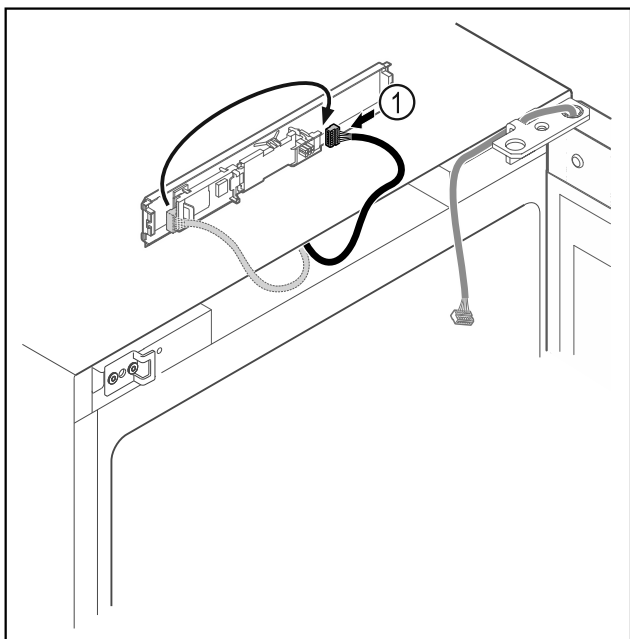

Fig. 17
- ▶ Vtič Fig. 17 (1) ponovno povežite s tiskanim vezjem.